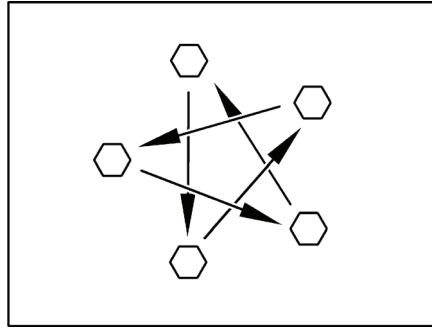

Bild 164 Radmuttern oder Radschrauben über Kreuz anziehen
- Radmuttern oder Radschrauben regelmäßig auf festen Sitz prüfen. Radmuttern oder Radschrauben eines ausgewechselten Rades nach 50 km über Kreuz nachziehen (Bild 164). Anzugsdrehmoment siehe Abschnitt 15.5.2.
- ▶ Radmuttern oder Radschrauben über Kreuz anziehen (Bild 164).